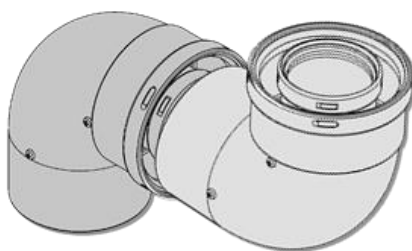

Рис. 30 Два колена соединённые напрямую
- **Не рекомендуется** одно колено напрямую соединять с другим коленом (См. Рис. 30). Для стабилизации потока газа всегда необходимо между коленами вставлять участок прямой трубы (минимум 0,5 м. для колена 90° и 0,2 м. для колена 45°). В случае если приходится соединять два колена 90° друг за другом, без минимального участка для стабилизации, то при расчёте длины дымохода **необходимо** учитывать, что в этом случае потеря давления в каждом колене увеличивается в два раза.